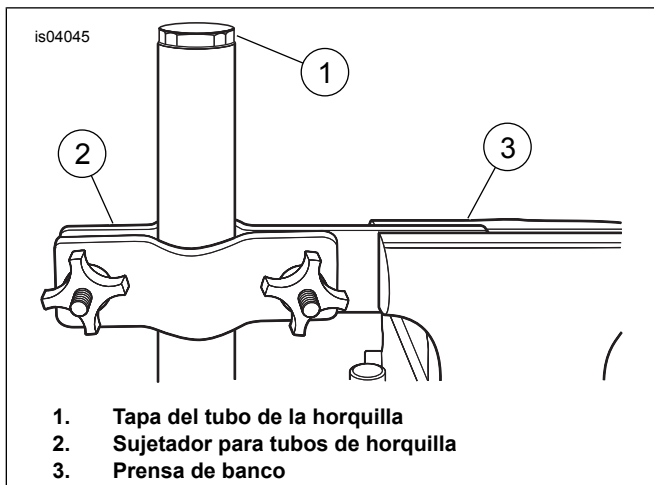

Figura 3. Instalación del tubo de la horquilla dentro del sujetador para tubos
1. Vea Figura 3. Obtenga el SUJETADOR PARA TUBOS DE HORQUILLA (número de pieza HD-41177) y proceda de la siguiente manera:
3. Vea Figura 3. Cuidadosamente quite la tapa del tubo de la horquilla (1) y el o-ring del tubo de la horquilla. Esté consciente que el tapón del tubo de la horquilla está bajo presión de resorte, por lo que debe sostener el tapón firmemente cuando se desenrosque la última rosca.